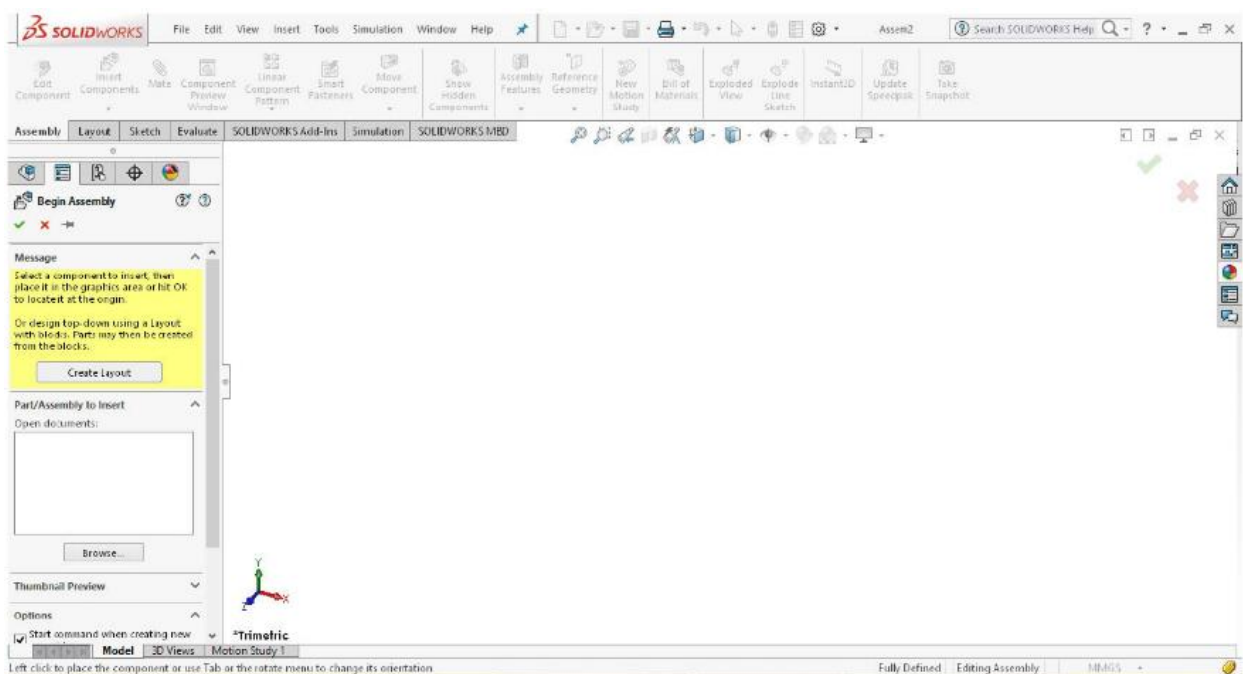

Рисунок 8.20 – Середовище збірки з активованим Begin Assembly PropertyManager
2. У цьому діалоговому вікні виберіть кнопку **Assembly**, а потім натисніть кнопку **OK**; відкриється середовище збірки з активованим **Begin Assembly PropertyManager** (рис. 8.20).